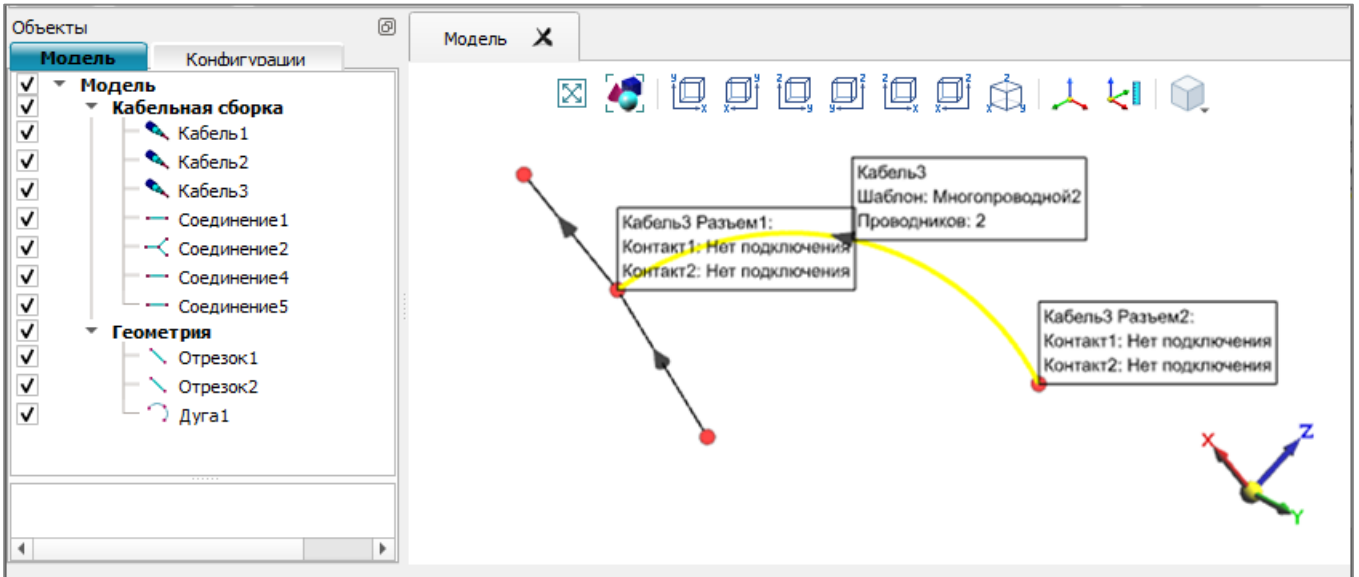

Рис. 64
11.4.1. Инструмент «Информация» на ленте меню «Кабели» включает/выключает режим вывода надписей с информацией о кабеле или точке его соединения при наведении на них курсора в окне визуализации (рис. 64).
1) нажать кнопку  на ленте меню «Кабели» и навести курсор на объект (кабель или его соединение). При наведении на кабель будут выведены надписи, отображающие наименование кабеля, его тип и подключение соединений (см. рис. 64). При наведении на соединение будут выведены номер соединения и наименование кабеля, которому оно принадлежит;